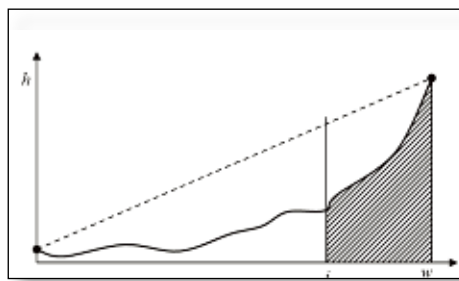

图 18. 来自峰评估的滤波宽度选择
- 这些点将根据宽度（ $w$ ）进行分类，构建一条将具有最小宽度的点连接至具有最大宽度的点的直线（见图 18）。标出该条线下方具有最大偏差的点（ $j$ ），而所有相对较小的点则被忽略，因为这些点可能与信号噪音相关。对其余点则计算用峰高（ $h$ ）加权的平均峰宽（图 18 中的阴影区域）。